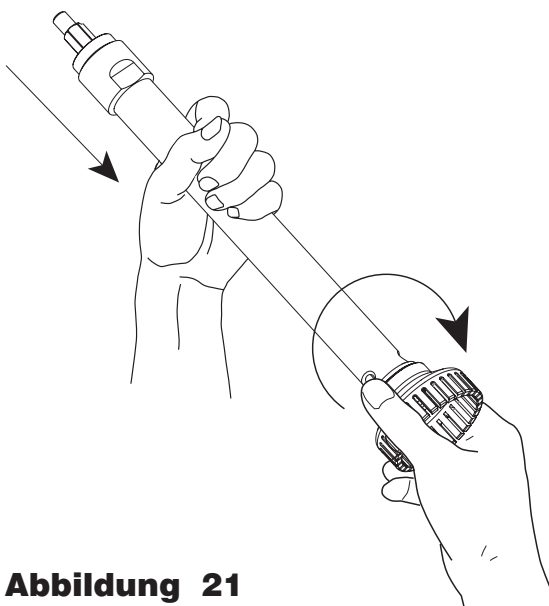

Abbildung 21
3) Muffe auf die Rührstabwelle einführen und die Laufradabdeckung in der angezeigten Richtung anschrauben (Abb. 21)